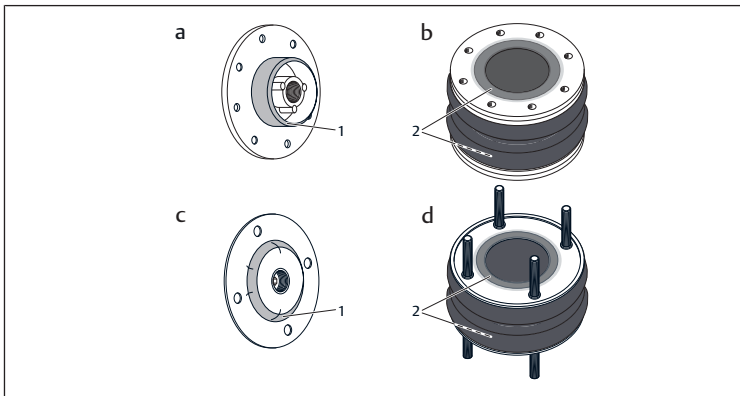

Bild 2: Bestrykningsområde gavel (1) | Bestrykningsområde bälga (2)
- Bestryk bälgcylinderns öppningar och gavlarnas tätningsyta med tvålvatten innan monteringen (se bild 2).